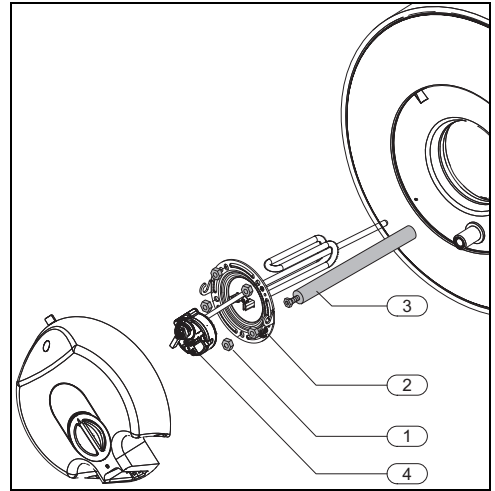

Fig. 14 Acesso e identificação dos componentes internos
- Desapertar as porcas de fixação da flange (→ Fig. 14, [1]).
- Retirar a flange do interior do termoacumulador (→ Fig. 14, [2]).